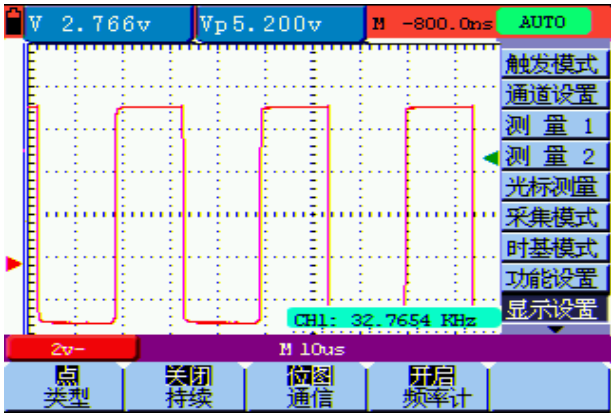

图 42 开启频率计
- 3. 按 F4 键，可以打开或关闭频率计。当设置为打开后，输入信号的频率会显示在屏幕的右下方，如图 42 所示。